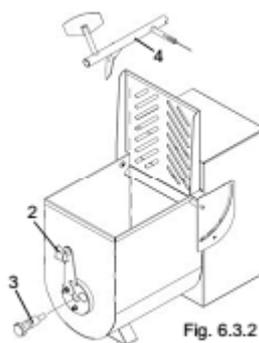

Рис. 6.3.2
- Поднимите фронтальный рычажок "2" Рис. 6.3.2
- Теперь можно легко очистить поверхность чаши, Рис. 6.3.2
- Возьмите нож "4", Рис. 6.3.2 и вставьте его в резервуар, нажимая на него вниз и затем вперед.